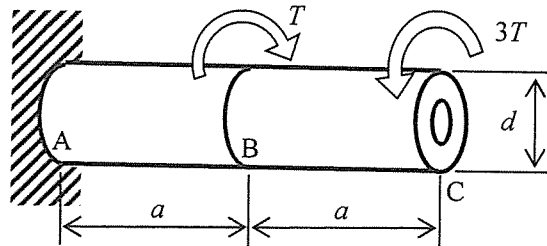

図3
Ⅲ 図3のように、外直径 d 、断面二次極モーメント I_p 、横弾性係数 G の一様な、長さ $2a$ の真直な円筒棒 AC の左端 A が剛体壁に固定されている。円筒棒 AC の中央断面 B に大きさ T の右回りねじりモーメントが、右端面 C に大きさ $3T$ の左回りねじりモーメントが作用しているとき、次の (1) ~ (3) について答えよ。
- (1) AB 間、BC 間の円筒棒に働くねじりモーメントの大きさ T_1 、 T_2 を答えよ。
- (2) AB 間、BC 間の円筒棒に働くせん断応力の最大値 τ_1 、 τ_2 を、 T 、 I_p 、 d を用いて答えよ。
- (3) 右端面 C でのねじれ角 ϕ の大きさを答えよ。